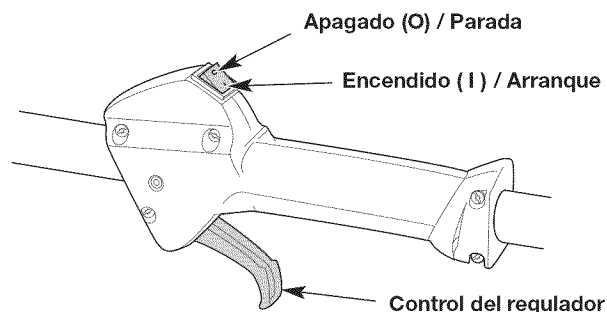

Fig. 6
**NOTA:** No hay necesidad de encender la unidad. El interruptor de Encendido/Apagado debe estar en la posición ENCENDIDO ( I ) en todo momento (Fig. 6).
6. **NO** oprima el control del regulador (Fig. 6). Tire de la cuerda con movimiento controlado y firme hasta que la unidad arranque (Fig. 9).
2. Oprima y no suelte el interruptor de control de Encendido y Apagado en la posición APAGADO ( O ) hasta que el motor se detenga por completo (Fig. 6).
**NOTA:** No hay necesidad de encender la unidad. El interruptor de Encendido/Apagado debe estar en la posición ENCENDIDO (I) en todo momento (Fig. 6).
6. **NO** oprima el control del regulador (Fig. 6). Coloque el accesorio Speed Start™ en el puerto Speed Start™ (Fig. 19). Consulte la sección *Operación* del manual del operador del accesorio Speed Start™.
2. Oprima y no suelte el interruptor de control de Encendido y Apagado en la posición APAGADO (O) hasta que el motor se detenga por completo (Fig. 6).